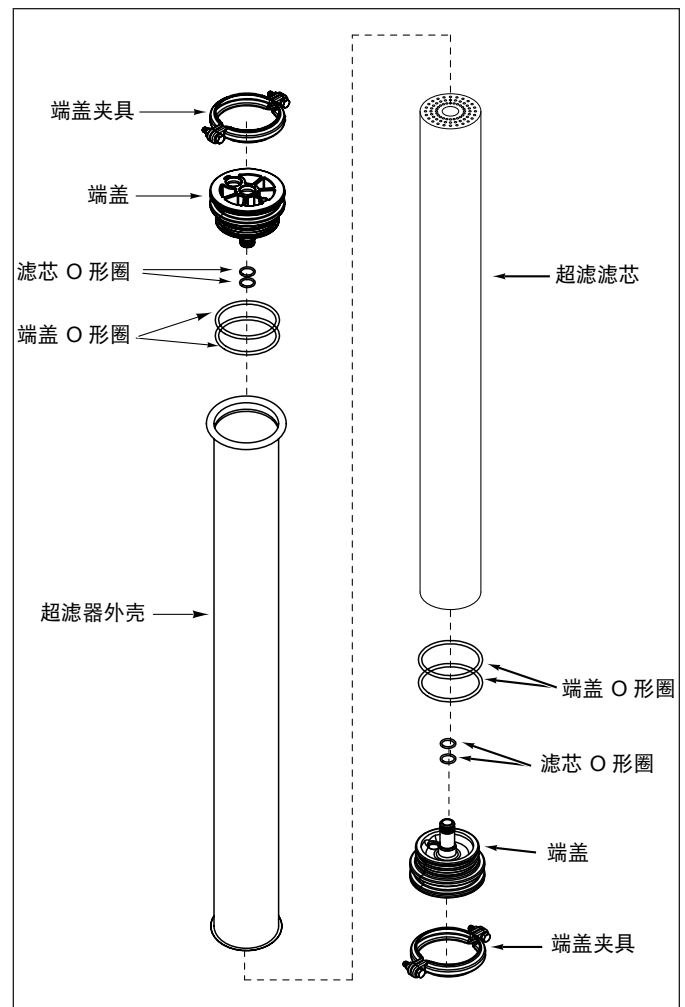

图 7. 更换超滤滤芯
3. 移除超滤外壳上任一末端的卡环。（图 7）
4. 移除超滤外壳上的端盖（图 7）。